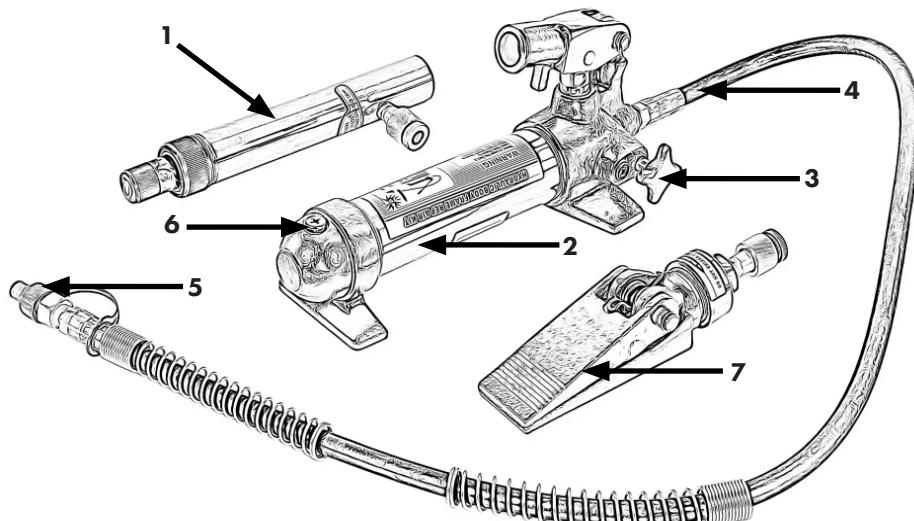

Abb. 1
Legende Abbildung 1
1. Entfernen Sie zunächst die Ölschraube (6) sowie die Mutter am Öl-Reservoir. Halten Sie einen geeigneten Behälter bereit, um das ablaufende Altöl aufzufangen. Drehen Sie das Gerät so, dass das Öl vollständig aus dem Reservoir abfließen kann. (Abb. 1)
3. Drehen Sie das Gerät so, dass das Öl-Reservoir mit der Öffnung nach oben zeigt, und schließen Sie das Sperrventil (3).
5. Schließen Sie das Sperr- und Ablassventil (3) und pumpen Sie die Handstange (Position 17) vorsichtig nach oben, um leichten Druck aufzubauen. Öffnen Sie das Sperr- und Ablassventil und drücken Sie den Kolben des Hubzylinders vollständig nach unten. Wiederholen Sie diesen Vorgang 2–3 Mal, um eingeschlossene Luft vollständig aus dem System zu entfernen.